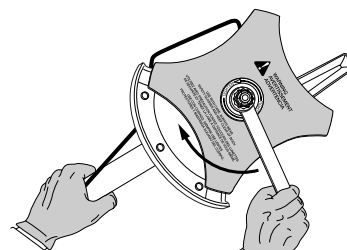

Fig. 14
- Maintenez la tige de blocage en place en la saisissant près du bras de l'appareil (Fig. 14).
- Tenez la tige de blocage et desserrez l'écrou de la lame en le tournant à droite avec une clé fermée ou à douille de 13 mm (Fig. 14).